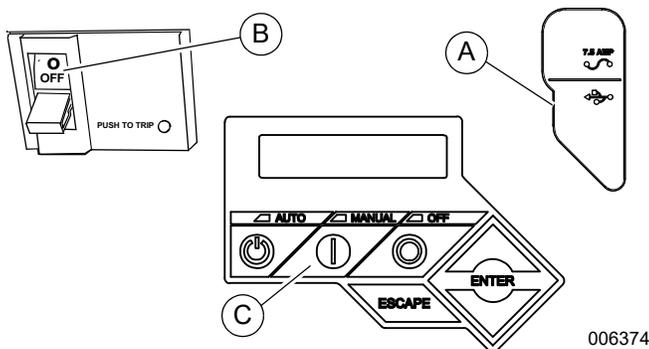
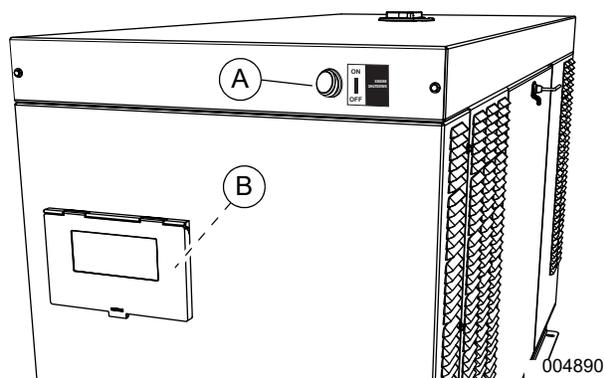

Figure 3-5. Panneau de commande du générateur
Figure 3-6. Commutateurs d'arrêt auxiliaires
1. Voir la Figure 3-5. Soulevez le cache en caoutchouc du porte-fusible et vérifiez que le fusible 7,5 A (A) est bien installé.
2. Placez le disjoncteur principal (sectionneur du générateur) sur la position OFF (OUVERT) (B).
3. Vérifiez que les commutateurs d'arrêt auxiliaires sont tous deux placés en position ON (I). Voir Figure 3-6 pour obtenir les emplacements.
4. Appuyez sur la touche MANUAL (MANUEL) du panneau de commande (C) pour démarrer le moteur. Une DEL bleue s'allume pour confirmer que le système est bien en mode MANUEL.
Voir la **Figure 3-6**. Les générateurs d'une puissance de 15 kW et plus sont dotés de deux commutateurs d'arrêt auxiliaires. Le premier (A) est situé sur le toit du générateur, au-dessus et à droite du regard. Le second commutateur d'arrêt auxiliaire (B) se trouve à l'intérieur du boîtier du panneau de commande.
Voir la **Figure 4-1**. Le panneau de commande est situé derrière le regard à l'arrière de l'appareil. Voir **Figure 3-5** et **Figure 3-6**.